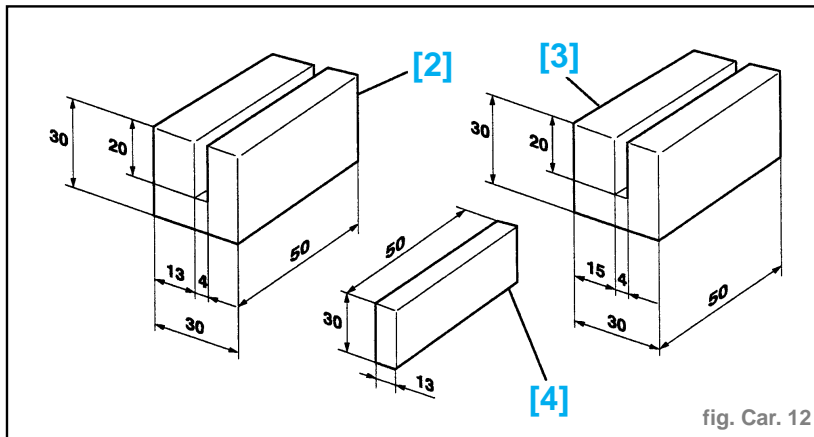

fig. Car. 12
- Effectuer 2 cales [2], [3] et [4] suivant croquis (fig. Car. 12).
- Fabriquer 1 cale [2], [3] et 2 cales [4] (fig. Car. 12).